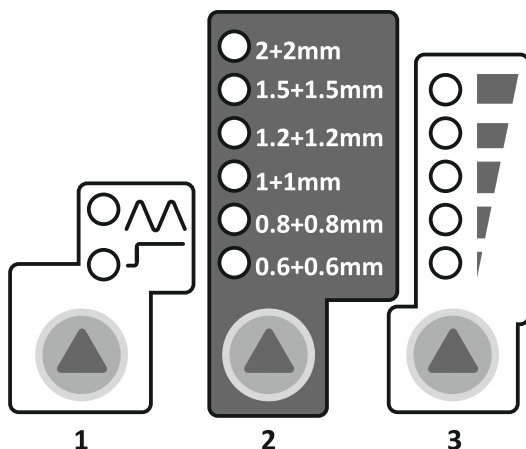

Рисунок 2 – Панель управления аппаратов SWT-230 и SWT-400
- Выбрать толщину свариваемых листов используя кнопку 2 (рис.2), расположенную на панели управления аппарата.
- Выбрать между непрерывным или импульсным режимом сварки используя кнопку 1 (рис. 2).
- При необходимости скорректировать время точечной сварки(увеличить или уменьшить), которое будет задано по умолчанию с помощью кнопки 3 (рис. 2).